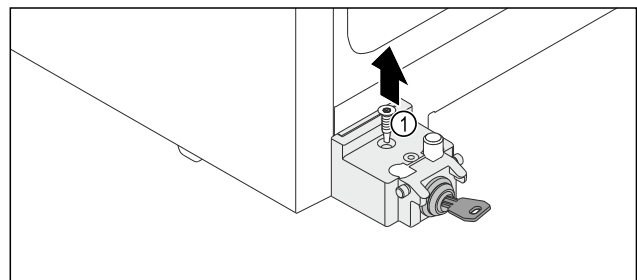

Fig. 10
- ▶ Schraube Fig. 10 (1) herausdrehen.